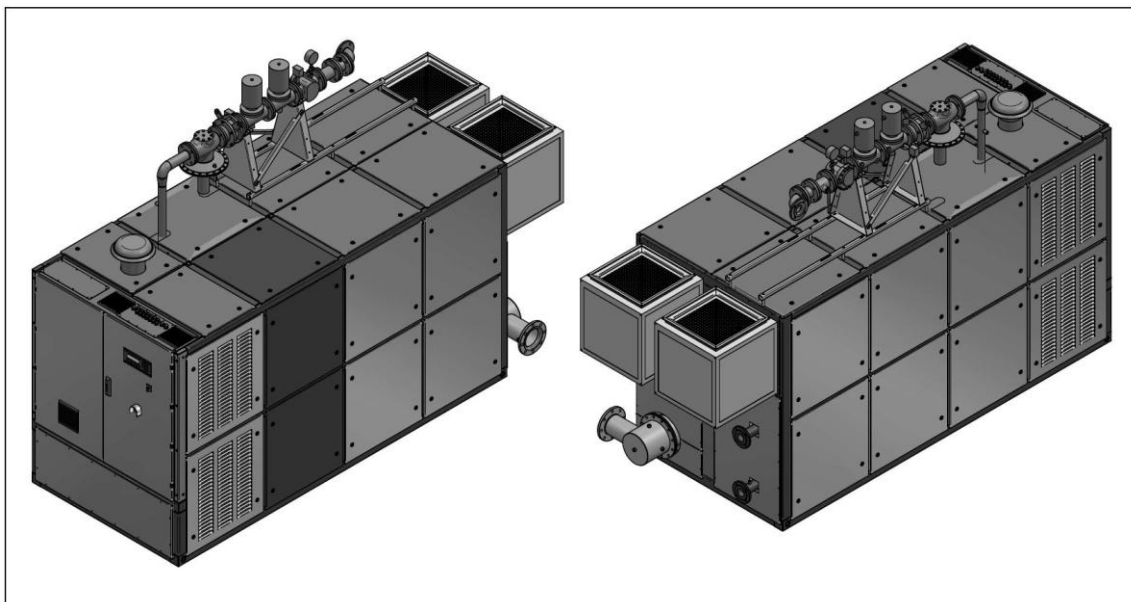

Рис. 15 Монтаж элементов шумопоглощающего кожуха (темные элементы, показанные с изоляцией для горячей зоны)
- Вновь закрепить отдельно поставляемые элементы шумопоглощающего кожуха и снятые элементы крышки (Рис. 15) на опорной раме (быстроразъемные соединения для квадратного ключа).